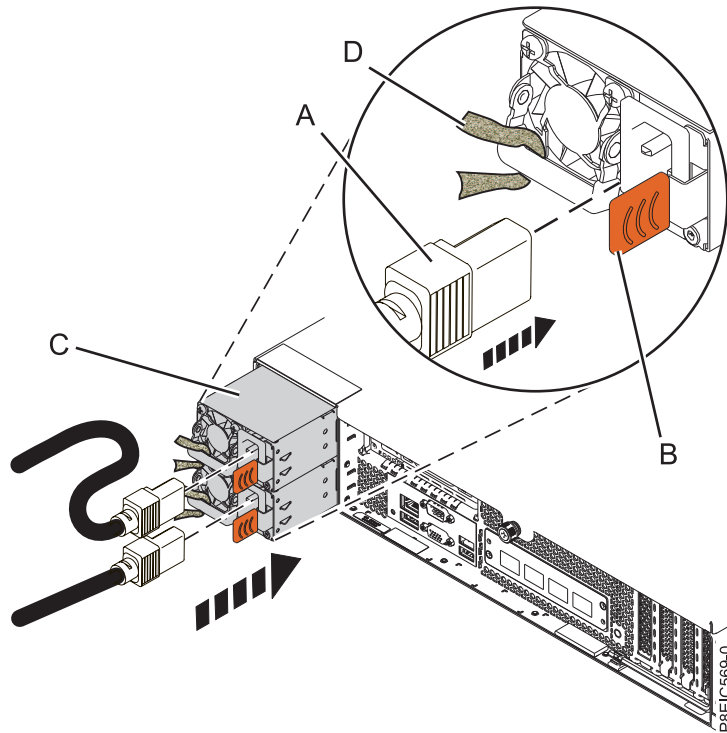

図 47. システムへの電源コードの接続
2. ラベルを確認して、電源コードをシステム装置に再接続します。図 83 ページの図 47 を参照してください。